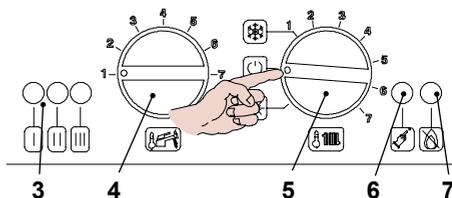
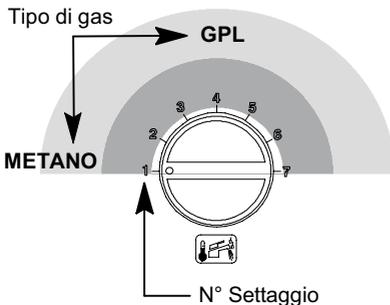

Figura 8.3
Figura 8.6
- Posizionare il selettore 5 come indicato in Figura 8.3; la lampada di segnalazione 3 lampeggia ad intermittenza circa ogni 4 secondi.
- Tenere premuto il pulsante di ripristino 6 in Figura 8.3 per circa 10 secondi, la lampada di blocco 7 inizierà a lampeggiare.
Per visualizzare il settaggio impostato tenere premuto il pulsante di ripristino 6 per circa 5 secondi. Le spiedi segnalazione 3 lampeggeranno un numero di volte pari al settaggio (Figura 8.6).
- Per cambiare il settaggio ruotare la manopola regolazione temperatura sanitari 4 in Figura 8.3 e posizionarla per il tipo di gas prescelto Figura 8.6 (nella figura es. manopola settata per gas Metano), la lampada di segnalazione blocco 7 lampeggia velocemente.